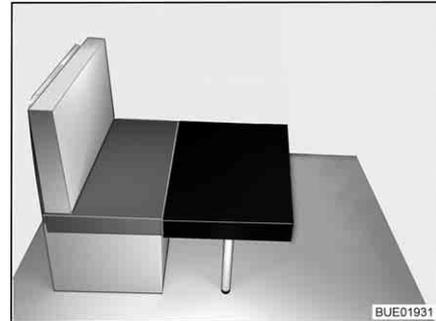

Bild 32 Umbau (1)
- Das kleine Zusatzpolster vor dem Sitzpolster der Sitzbank auf den Tisch legen (siehe Bild 32).